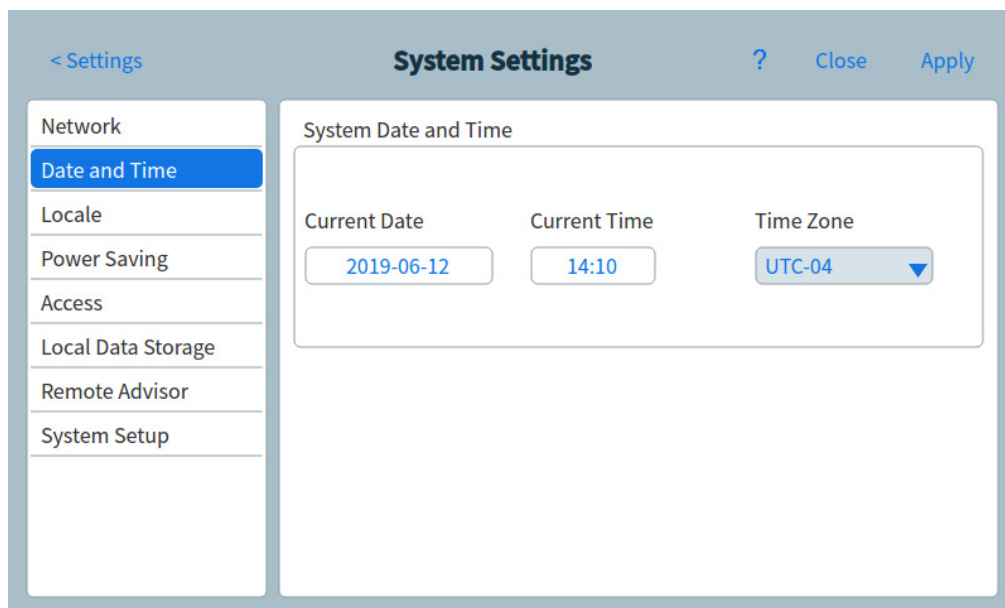

Figure 42 Page Paramètres du système
- 1 À partir de la page Paramètres du système, appuyez sur le bouton de sélection de page **Date et heure**. La page date et heure s'affiche. Voir Figure 42.